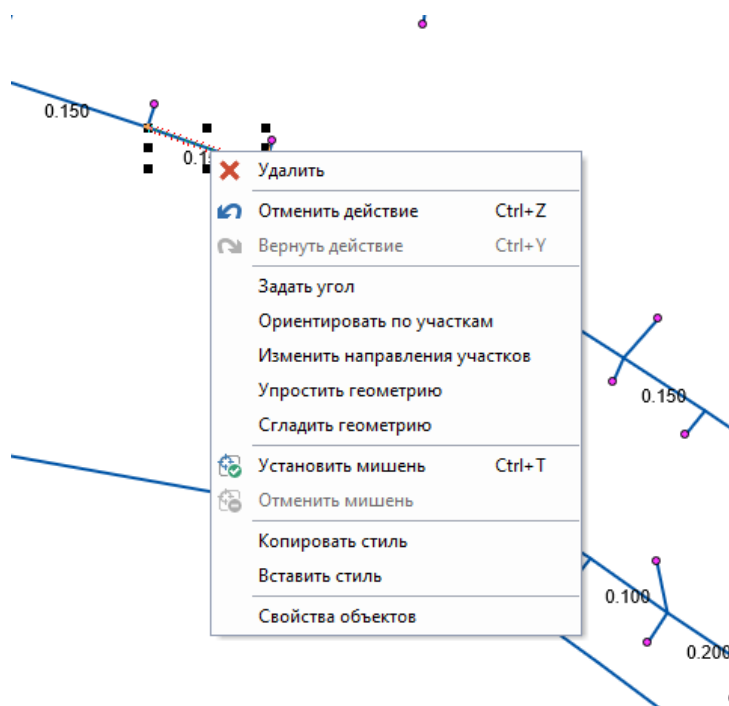

Рисунок 3.
4. Наводим курсор на выделенный участок и нажимаем правую кнопку мыши, появляется окно Рисунок 3.